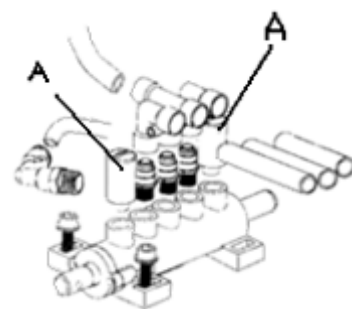

Рис.13
2. Открутить глушители шума клапанных механизмов (А), которые связаны с педалями управления зажимными кулачками и устройством для отрыва борта. Рис. 13.
3. Очистить глушители шума сжатым воздухом или заменить их в случае повреждения рекомендованными запасными частями. Рис. 13.